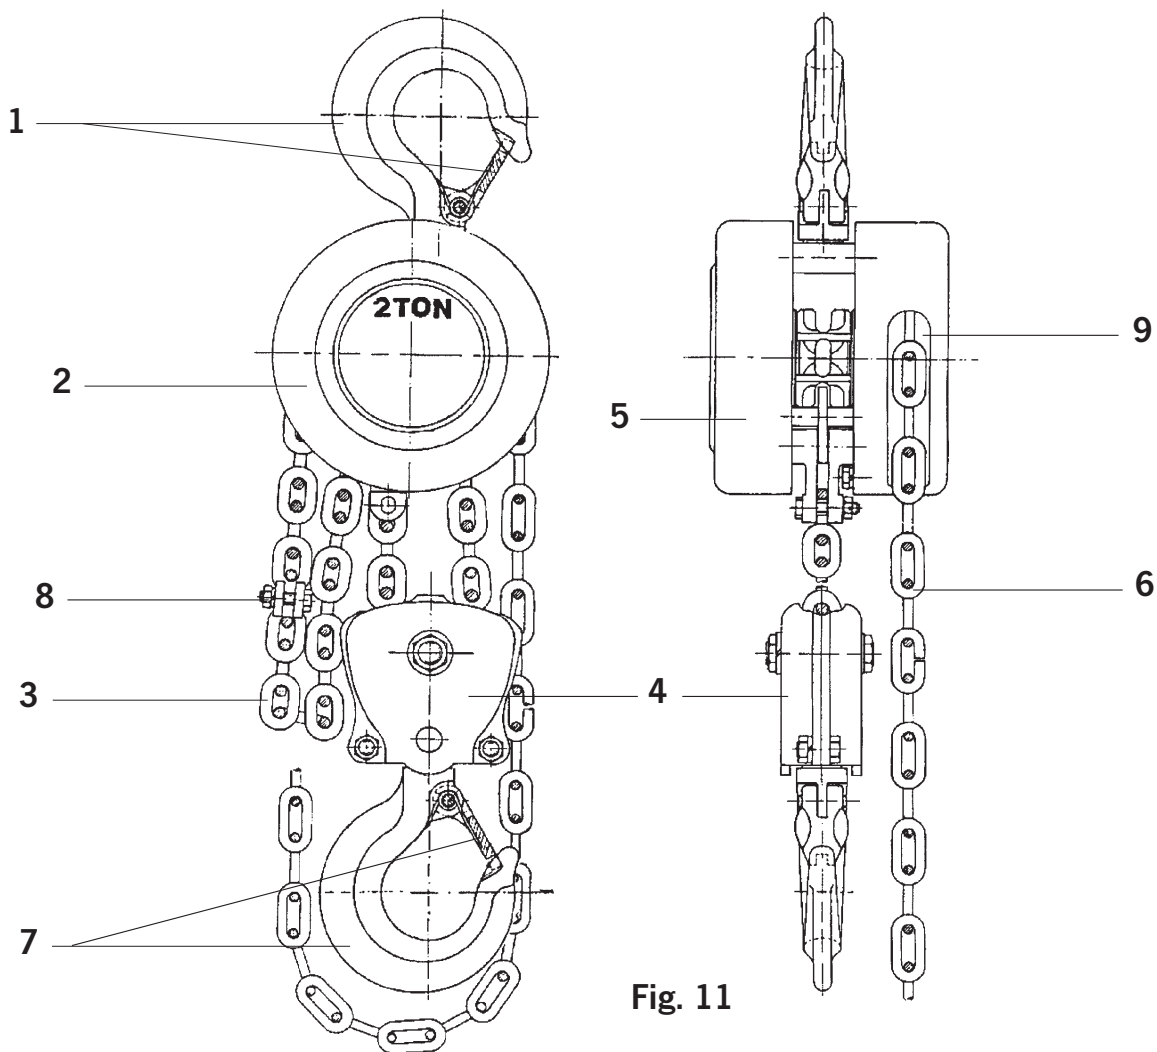

Fig. 11
Hijs de last door te trekken aan de handketting (Fig. 11) het handkettingwiel draait met de klok mee.
Door aan de handketting te trekken (Fig. 11) waarbij het handkettingwiel tegen de klok in draait, laat men de last zakken.
- Non utilizzare i ferma catena come normali fine corsa (Fig. 11);
Il ferma catena deve essere collegato all'estremità libera della catena (Fig. 11).
Tirate la catena di manovra (Fig. 11) in direzione oraria per sollevare il carico. Il carico deve essere ben vincolato e opportunamente agganciato. Non bisogna mai attaccare il carico al becco del gancio (Fig. 8). La stessa cosa vale anche per il gancio di sospensione.
Tirate la catena di manovra (Fig. 11) in direzione antioraria per abbassare il carico.